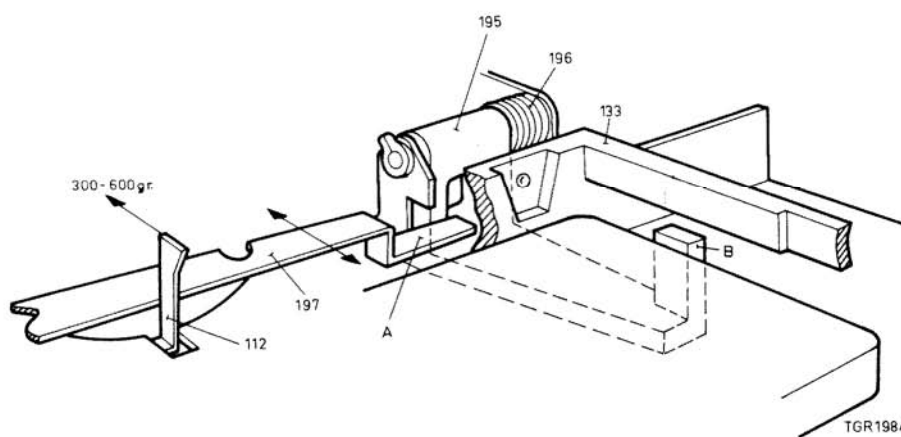

Fig. 22
Controle van de aandrukkracht van beugel pos.112 (zie fig.22)
In de stand "opname" en "weergave" wordt de onderste cassette door beugel pos.112 stevig naar voren gedrukt. De kracht waarmee deze beugel de cassette naar voren drukt moet 300 tot 600 g bedragen (zie fig. 22). Is deze kracht kleiner dan moet veer pos.111 vervangen worden. Ook moet gecontroleerd worden dat tijdens weergave rol pos.113 commandoschijf pos.70 niet raakt.
Instelling beugel pos.197 (zie fig. 22)